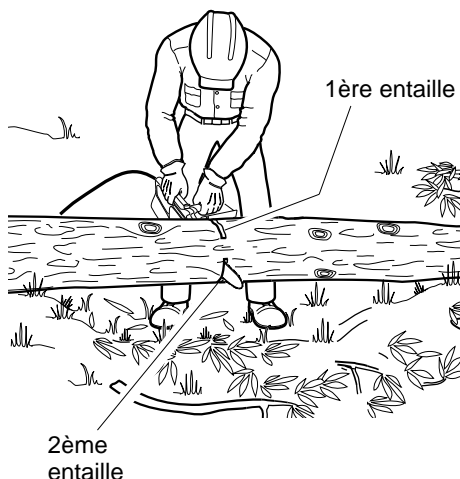

Figure 16 - Tronçonnage d'une bille soutenue aux deux extrémités
1. Faire la première entaille à partir du dessus de la bille. (Voir la figure 16.) Scier sur le tiers du diamètre de la bille. Cette entaille permet d'éviter la production d'éclats de bois.